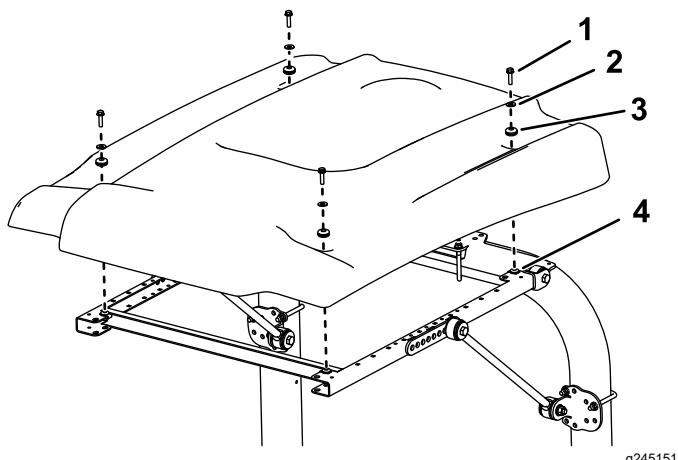

Рисунок 21
16. Выравнивая монтажные отверстия, расположите солнцезащитный навес на раме, как показано на Рисунок 21.
17. Установите каждый угол солнцезащитного навеса на раму с помощью болта с фланцевой головкой ($5/16 \times 1\frac{1}{4}$ дюйма), малой шайбы и уплотнительной втулки, не затягивая их (Рисунок 21).